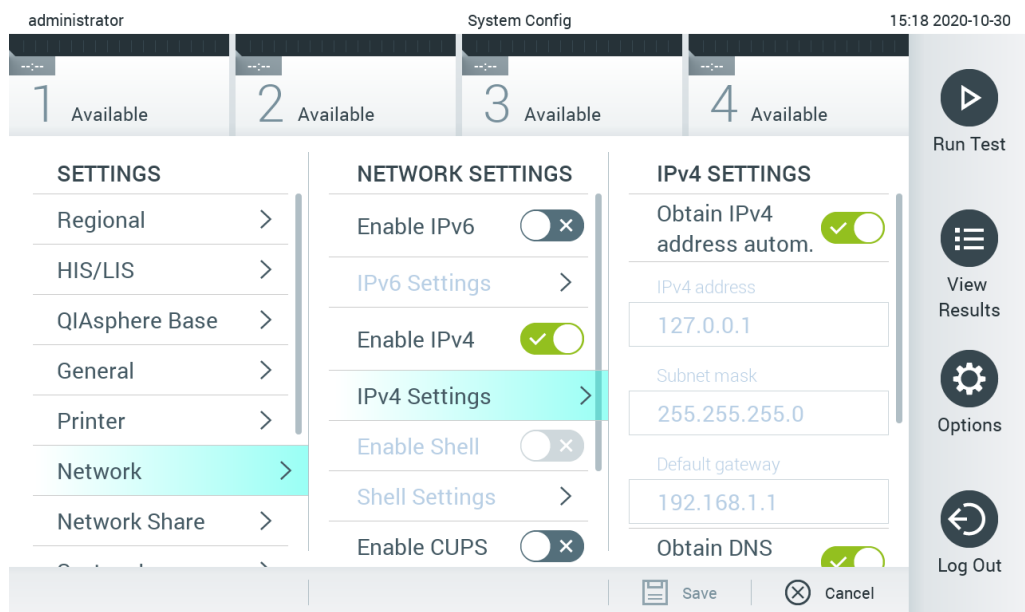

Рис. 68. Налаштування параметрів мережі.
2. Виберіть **Network** (Мережа) зі списку налаштувань у лівому стовпці (рисунок 68).